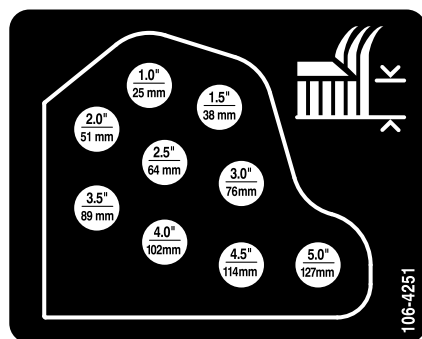

Bild 21
11. Montieren Sie die Schnitthöhenketten im gewünschten Schnitthöhenloch und befestigen Sie sie mit dem Splint und dem Lastösenbolzen (Bild 21).